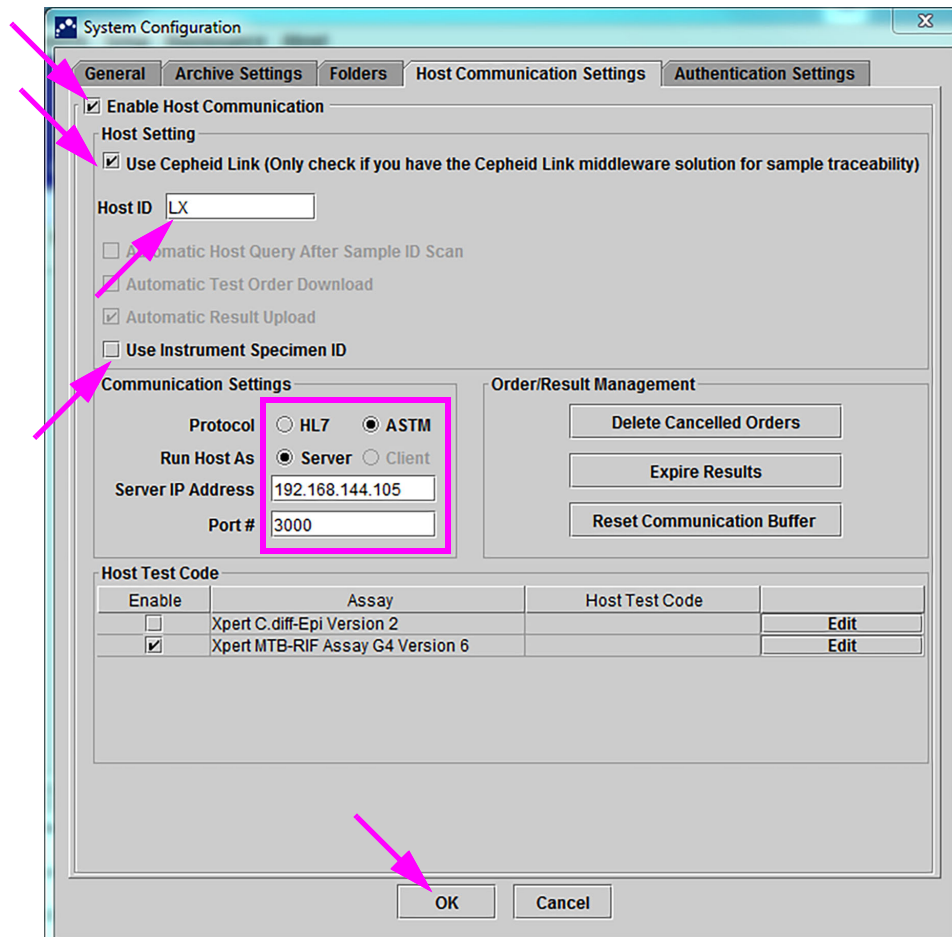

Figura 2-82. Spațiul de lucru Setări comunicare cu gazda configurat pentru Cepheid Link
3. Pentru a activa comunicarea cu gazda, selectați caseta de selectare **Activare comunicare cu gazda (Enable Host Communication)** din colțul din stânga sus al spațiului de lucru (consultați Figura 2-82). Acest lucru permite selectarea altor opțiuni în ecranul Setări comunicare cu gazda (Host Communication Settings).
4. Bifați caseta de selectare **Utilizare Cepheid Link (Use Cepheid Link)** pentru a configura comunicarea cu gazda pentru Cepheid Link. După bifarea casetei de selectare **Utilizare Cepheid Link (Use Cepheid Link)**, cea mai mare parte a configurării va fi realizată automat. Consultați Figura 2-82.
8. După ce ați configurat comunicarea cu gazda pentru serverul Cepheid Link, selectați butonul **OK**. Consultați Figura 2-82.